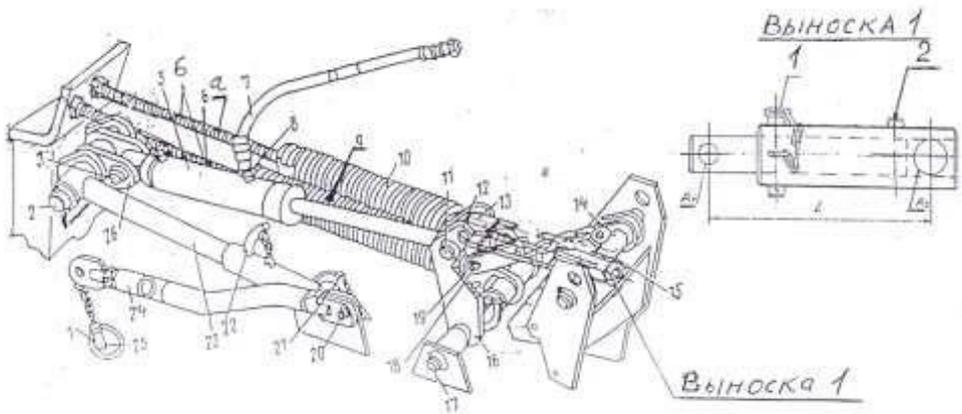

Рис. 10 Механизм уравнивания и гидрооборудования
**5.3.4.**Регулирование механизма уравнивания режущего аппарата ( рис.10).
### 5.3.6. Регулирование транспортной тяги (рис.10).
- 6.5.** Штырь 22 (рис.10) телескопического стопорного устройства должен быть вынут из отверстия.
- 6.11.** Только для КРН-2.6 с защитным кожухом. При работе на участках с уклоном необходимо ослабить натяжение пружин 9 с помощью шпилекб (рис.10), вынуть штырь из отверстия 2 (положение для работы на ровных участках (рис.10 выноска 1)). После окончания работ зафиксировать штырь в отверстие 2 и подтянуть пружины 9